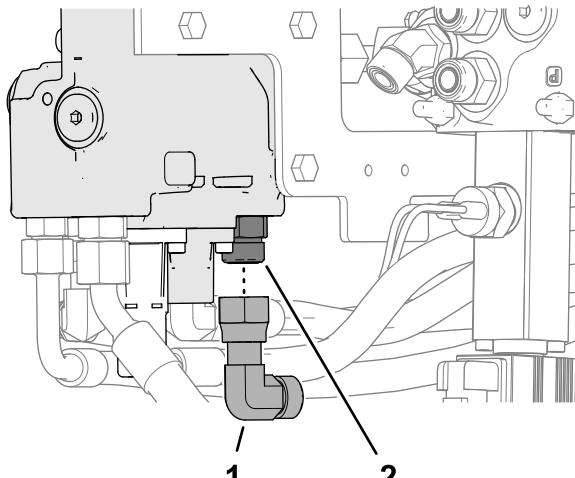

Figura 18
1. Monte provisionalmente el acoplamiento de 90° sobre el acoplamiento recto en el puerto T de la válvula del brazo de carga (Figura 18).